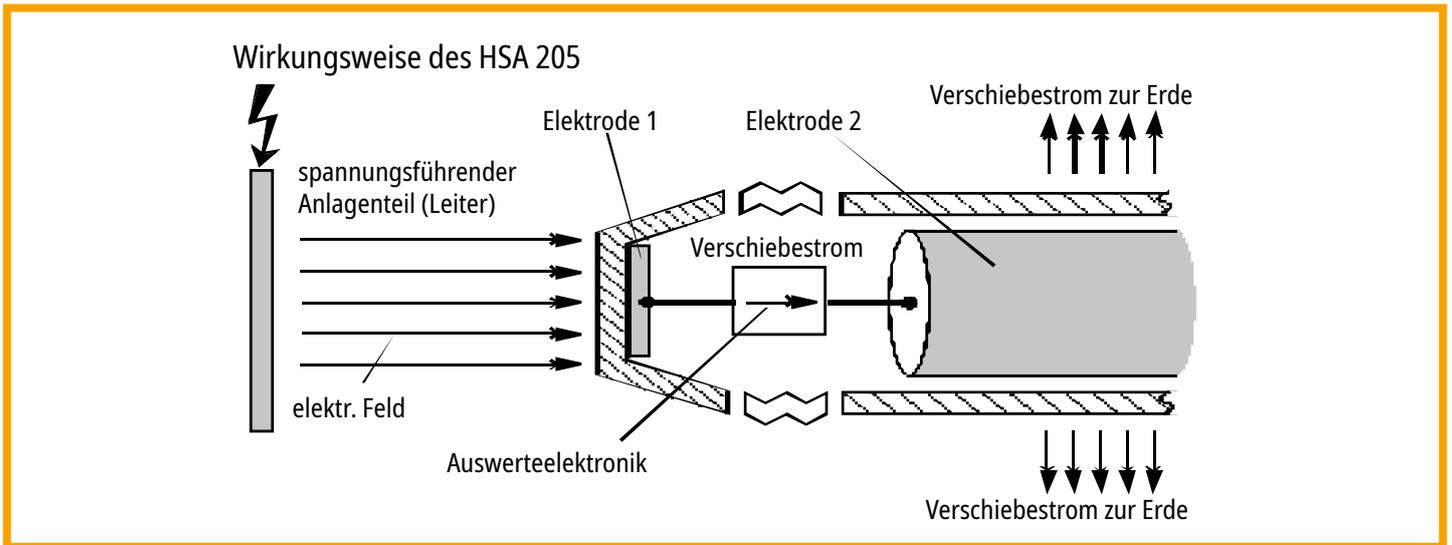

Bild 5 Funktionsprinzip
Wird der Hochspannungsanzeiger HSA 205 in ein solches elektrisches Wechselfeld gebracht, so fließt über die Messelektroden **E1** (E-Feldsensor) ein Eingangsstrom **I_E**, der in der nachgeschalteten Elektronik (**E2**) weiter verarbeitet wird. Übersteigt der Eingangsstrom **I_E** einen bestimmten Sollwert, so gibt der Hochspannungsanzeiger HSA 205 ein um den Faktor 10 erhöhtes intermittierendes optisches (LED Rot) und akustische Signal (Ton) ab (siehe Bild 5).
- ⇒ Lösen der axialen Senkschraube in der Kappe (Bild 5, Seite 10) und Abnehmen der Kappe